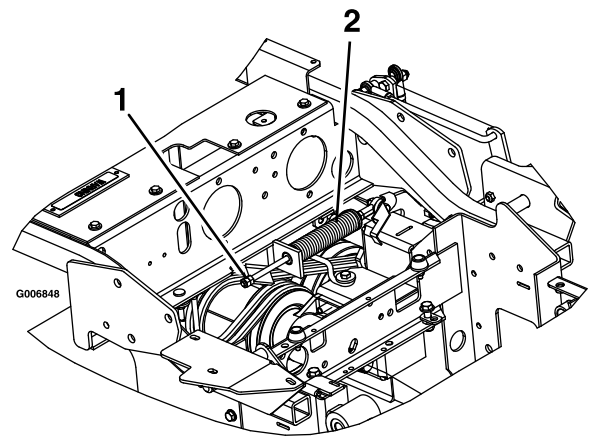

Figura 57
3. Localice el muelle del freno y desenrosque las dos contratueras hasta el extremo de la varilla del muelle del freno (Figura 57).